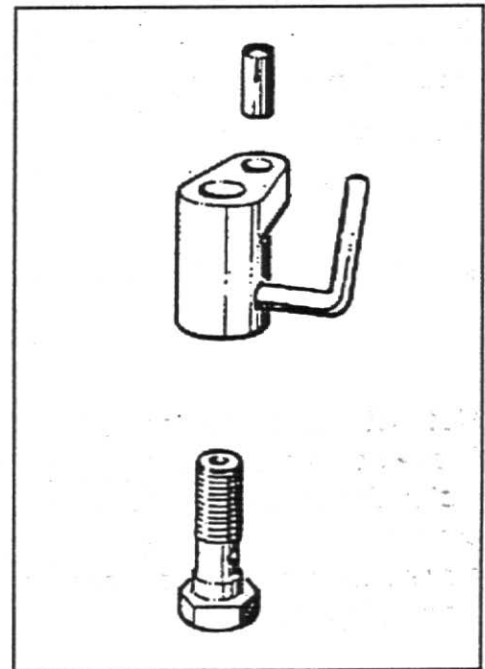

Fig. 17
6. Ao lado está esquematizado o dispositivo completo de injeção de óleo lubrificante para o interior da camisa e pino do êmbolo, fig.17.